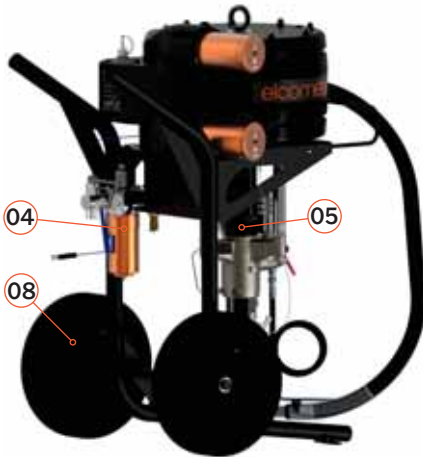

Fig.1
- 04** Regulador-Purificador de ar (Fig. 1)
- 05** Carcaça protetora de eixos (Fig. 1)